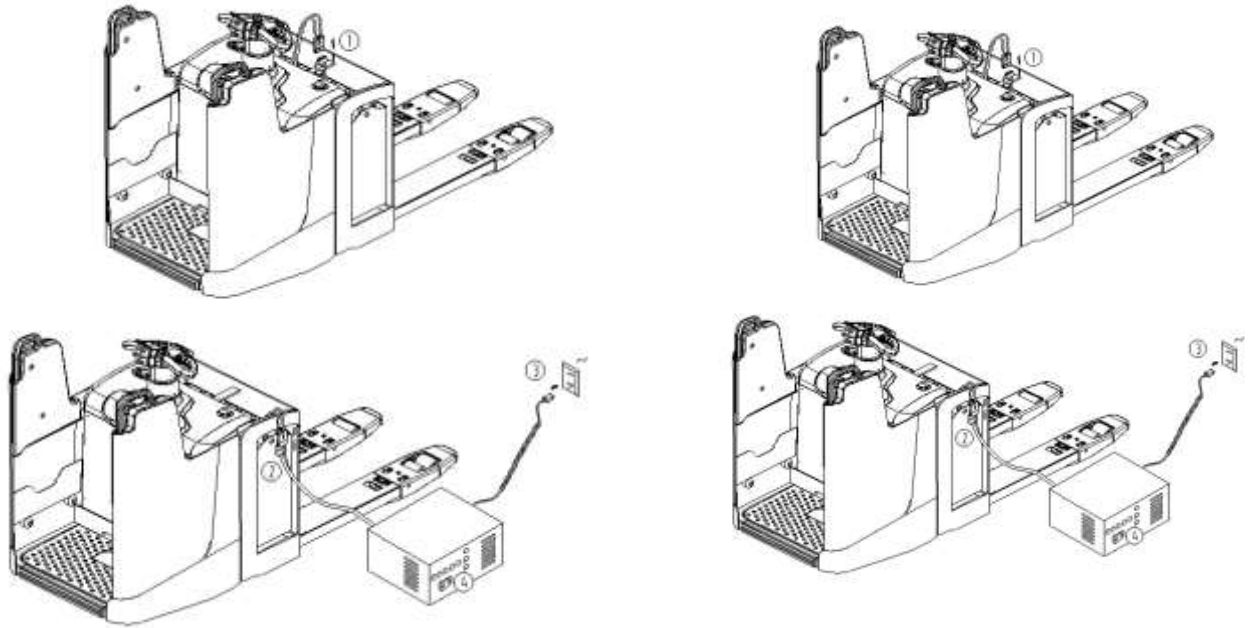

Рис. 5
**Способы зарядки для внешнего зарядного устройства (рисунок 5):**